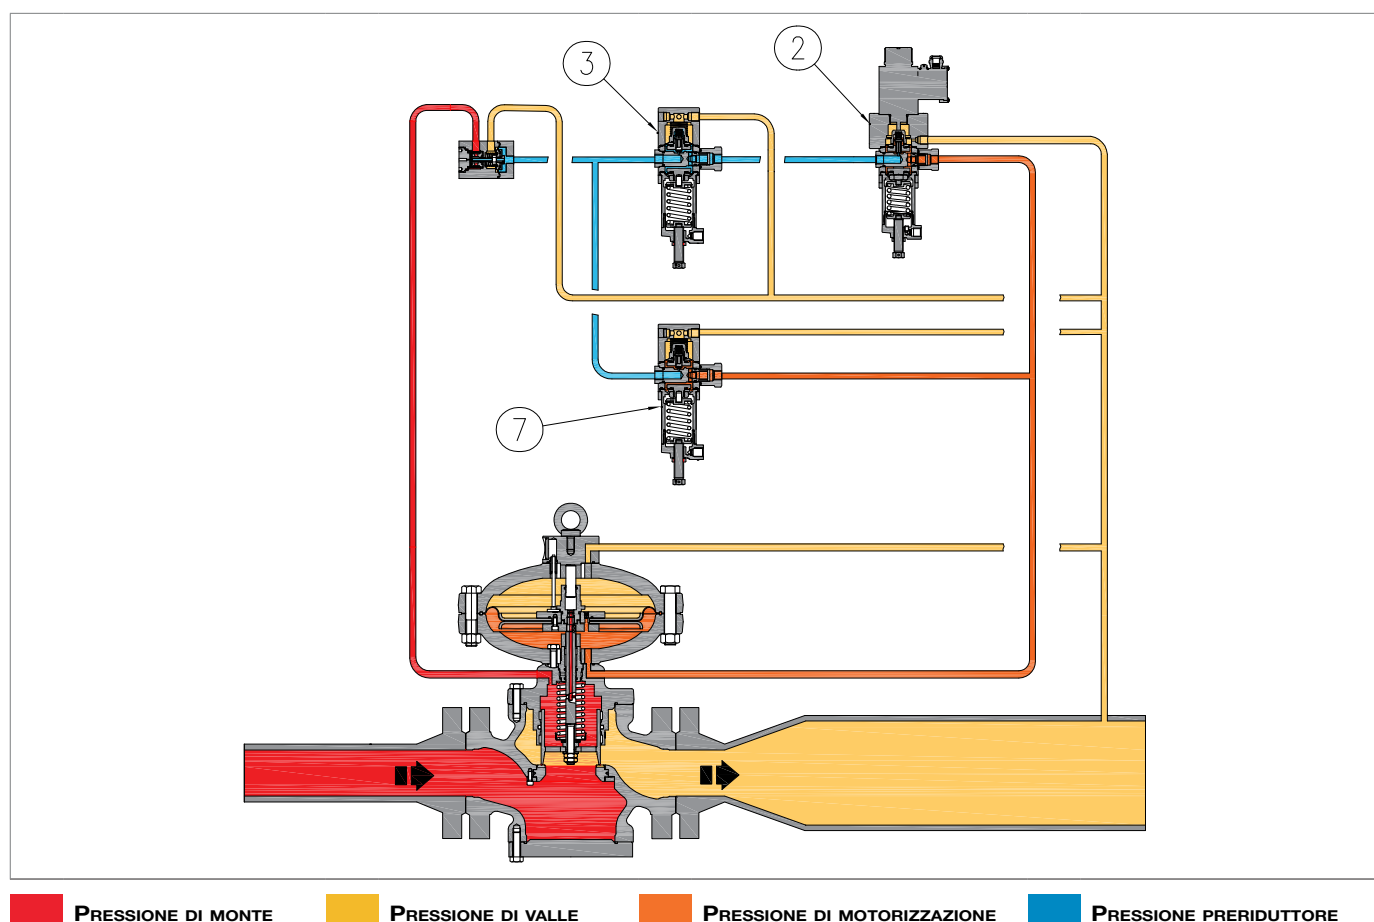

Fig. 4.8. Circuito pilota magnetico con piloti pneumatici in normale funzionamento
Per i piloti magnetici versione 200/MP(H)/D e 200/MP(H)/I, a esclusione della versione (FO), nel circuito pneumatico di pilotaggio possono essere installati anche dei piloti pneumatici (Fig. 4.8).